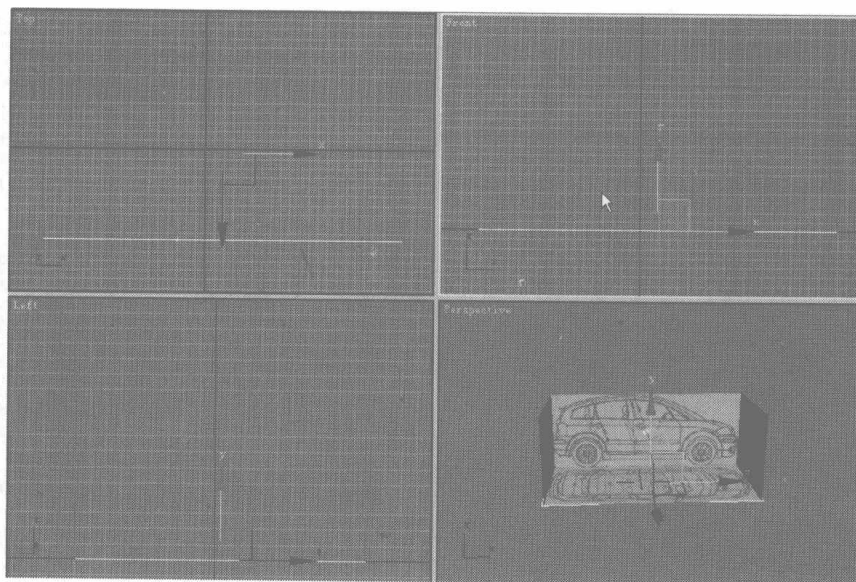
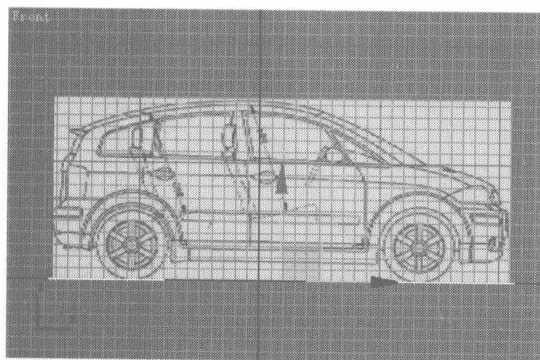
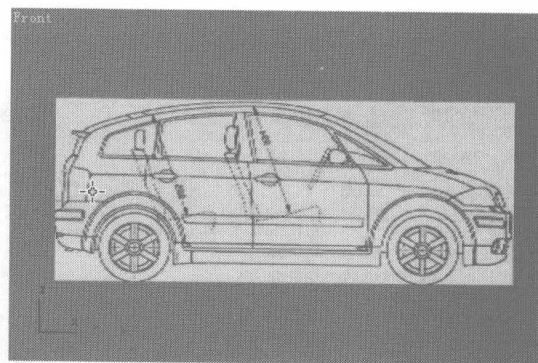

图 7.12
图 7.13
图 7.14
- 03** 按 **Alt+W** 快捷键，显示三视图。我们看到视图中没有显示材质贴图，如图 7.12 所示。下面在左上角显示视图的位置，单击右键，在弹出的菜单中选择 **Smooth + Highlights** 选项，显示材质贴图，如图 7.13 所示。然后在左上角单击右键，在弹出的菜单中选择 **✓ Show Grid** 选项，取消网格显示，如图 7.14 所示。然后分别将另外两个视图进行同样操作。